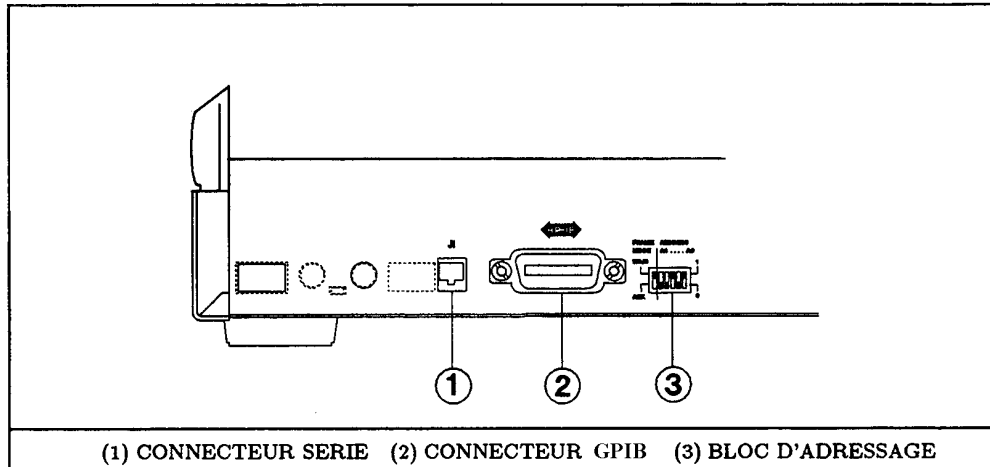

Figure 6. Conneeteurs et commutateurs du contribleur
La figure 6 représente la position des connecteurs et du bloc d'adressage avec le contrôleur.
Ce bloc de commutateurs (3, Figure 6) est subdivisé en deux parties : Fonction MODE TRAME et fonetion ADRESSE primaire GPIB.
- Adressage (voir Figure 6).